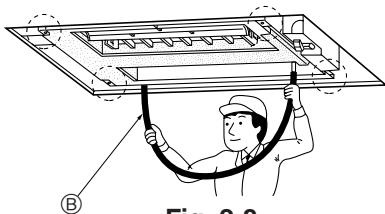

Fig. 2-8
4. Убедитесь в том, что все четыре угла располагаются на одном уровне, для этого воспользуйтесь строительным уровнем или прозрачной пластиковой трубой, заполненной водой. (Fig. 2-8)